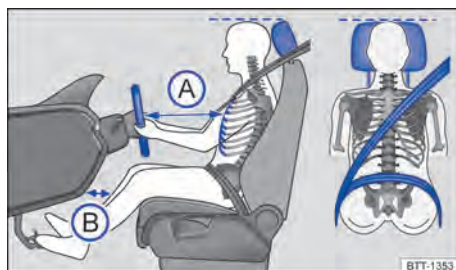

Fig. 20 Distância correta do condutor em relação ao volante, posição correta do caderço do cinto de segurança e ajuste correto do apoio para cabeça.
- Ajustar o banco de modo que a distância entre o volante e o tórax tenha no mínimo 25 cm → Fig. 20 (A) e que o condutor possa segurar o volante pela borda externa com as duas mãos e os braços ligeiramente dobrados.
- Ajustar o banco do condutor na direção longitudinal de modo que os pedais possam ser acionados com as pernas ligeiramente arqueadas e a distância para o painel de instrumentos na área do joelho seja de, no mínimo, 10 cm → Fig. 20 (B).
- Para os bancos com apoio para cabeça: ajustar o apoio para cabeça de modo que a sua borda superior se encontre preferencialmente na mesma linha da parte superior da cabeça → Fig. 20 – porém não abaixo da altura dos olhos. Posicionar a parte posterior da cabeça o mais perto possível do apoio para cabeça.